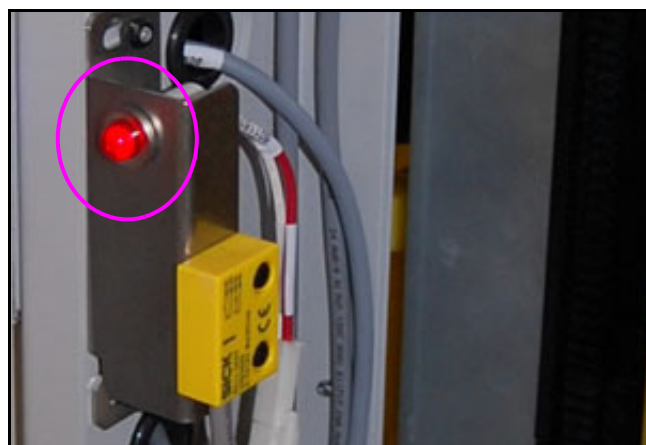

図 2-20: インターロック LED
- a. インターロック LED が点灯しているときは、インターロックが開いていることを示します（図 2-20 を参照）。